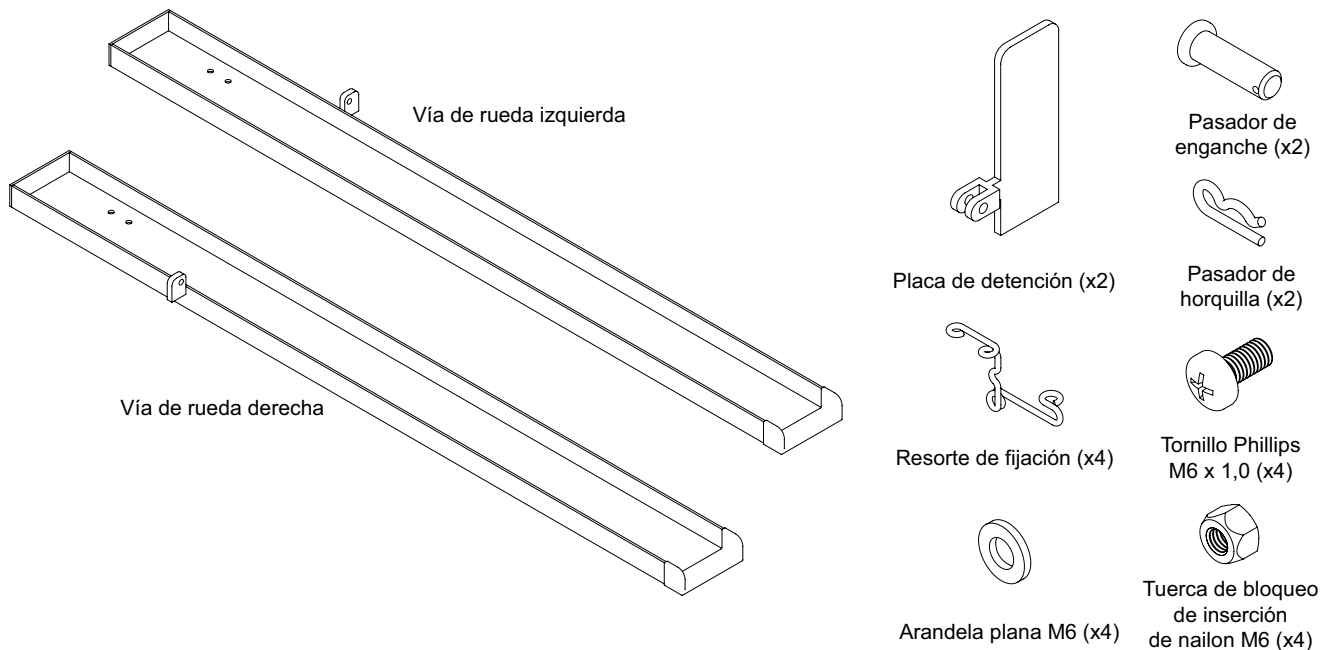

Figura 1: Nomenclatura del adaptador para podadora manual
1. Retire el producto del paquete y asegúrese de que estén todas las piezas (vea la figura 1).